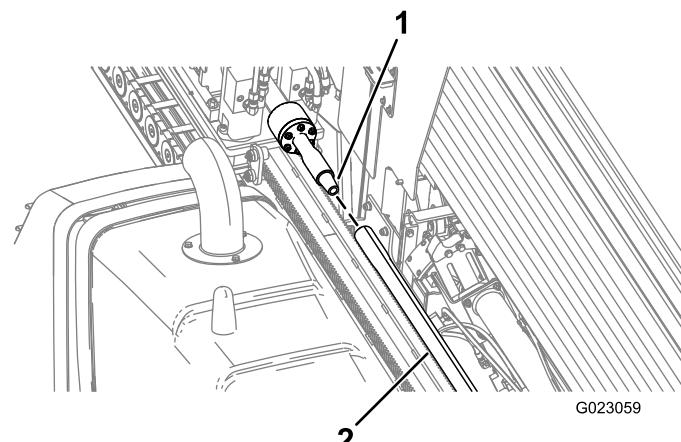

Figura 50
6. Gire el husillo de perforación en sentido horario y mueva el carro lentamente hacia adelante para introducir el husillo en el extremo hembra del tubo (Figura 50).
9. Gire el husillo de perforación en sentido horario y mueva el carro lentamente hacia adelante para introducir el husillo en el extremo hembra del tubo (Figura 50).